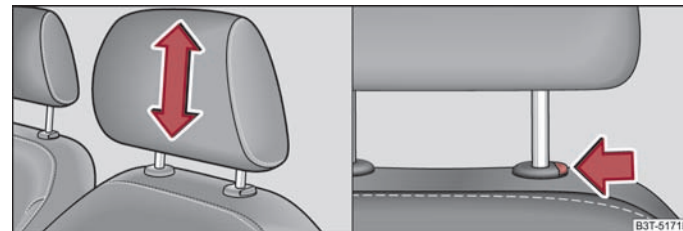

Abb. 72 Kopfstütze: Einstellen / Herausziehen
- Fassen Sie die Kopfstütze seitlich mit beiden Händen an und schieben Sie sie je nach Wunsch nach oben ⇒ Abb. 72 - links.
- Möchten Sie die Kopfstütze nach unten verschieben, drücken und halten Sie die Sicherungstaste mit einer Hand gedrückt ⇒ Abb. 72 - rechts und mit der anderen Hand drücken Sie die Kopfstütze nach unten.
- Drücken Sie die Sicherungstaste in Pfeilrichtung ⇒ Abb. 72 - rechts und ziehen Sie die Kopfstütze heraus.